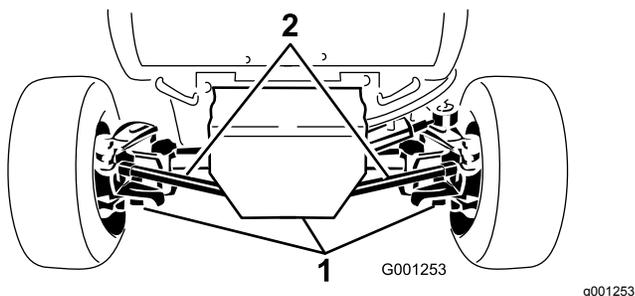

Figura 61
2. Pulite le aree attorno ai 3 tappi di spurgo (Figura 61).